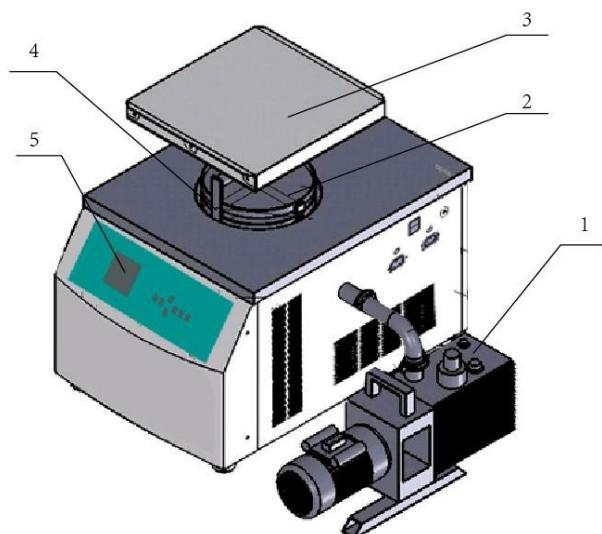

图 1-5 预冻
- (1) 打开制冷机，对设备进行预冷，当冷阱温度下降至-40℃以下后，就可以对物料进行预冻；
- (2) 将物料放入物料盘(液体直接注入物料盘，固态或瓶装物料均匀摆放在物料盘上即可)；
- (3) 将物料盘放入预冻架，探头放入物料盘与物料充分接触，以减少样品温度与实际温度的误差；
- (4) 将预冻架放至冷阱内（如图 1-5 所示）；
- (5) 盖上保温盖；
- (6) 预冻至物料各部分温度都下降至该物料共晶点以下后，维持 1 小时左右预冻可以结束，准备进入干燥阶段。